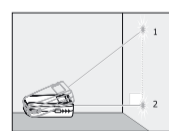

Рисунок 1
3. Направьте лазер на объект. Нажмите **DIST** для замера расстояния до точки 1 (см. рис. 1); результаты замера отображаются в верхней строке экрана. Сторона треугольника (катет) на значке начинает мигать.
4. Без изменения позиции точки отсчета наведите лазерный луч в точку 2 (см. рис. 1.).